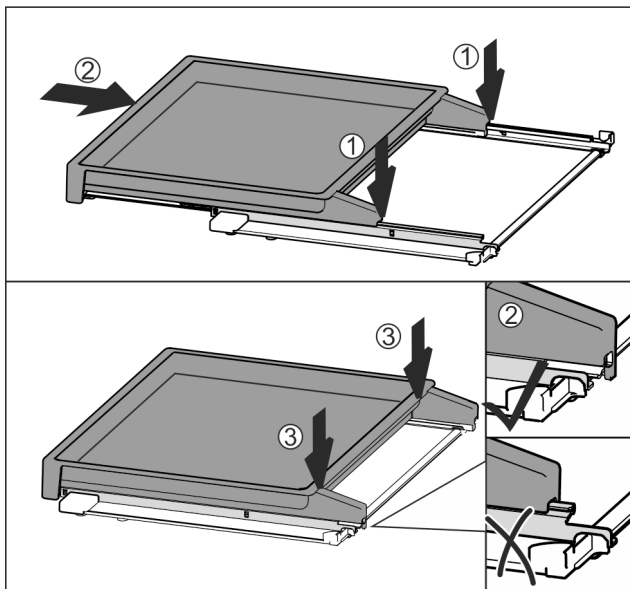

Fig. 33
- ▶ Plateau op het midden van de rails plaatsen Fig. 33 (1).
- ▶ Uitschuiplateau volledig erin schuiven Fig. 33 (2).
- ▶ Tegen de achterkant drukken tot deze hoorbaar vastklikt Fig. 33 (3).